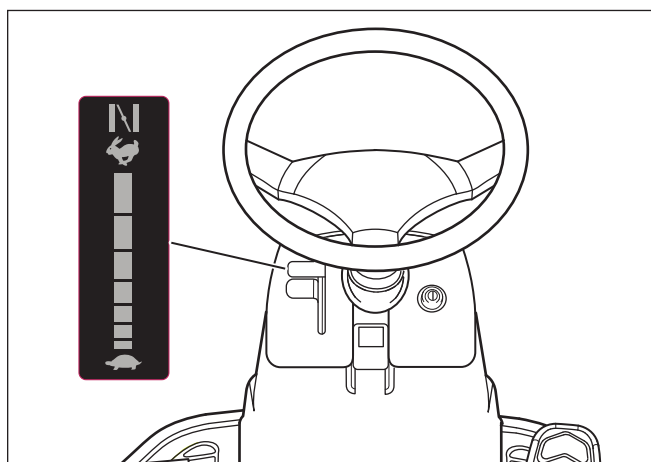

Figure 8
1. Déplacer la commande de manette des gaz/starter complètement vers l'avant en position **STARTER** pour démarrer un moteur froid (voir la **Figure 8**).
3. Déplacer la commande de manette des gaz en position RAPIDE (voir la **Figure 8**).
5. Déplacer la commande de manette des gaz en position LENT (voir la **Figure 8**).
3. Déplacer la commande de manette des gaz entre LENT et RAPIDE (voir la **Figure 8**).